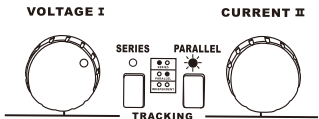

图 10
- 1. 短按 **PARALLEL** 按键，按键灯亮起，此时电源设定在并联模式。图10所示